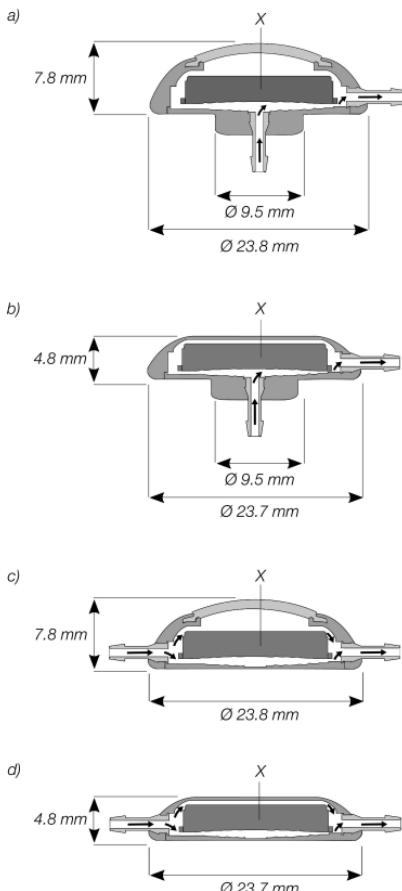

Fig. 1: M.scio con sonda di misurazione (X) integrata nelle seguenti versioni
M.scio è disponibile in quattro versioni con o senza catetere distale preinserito (Fig. 1).